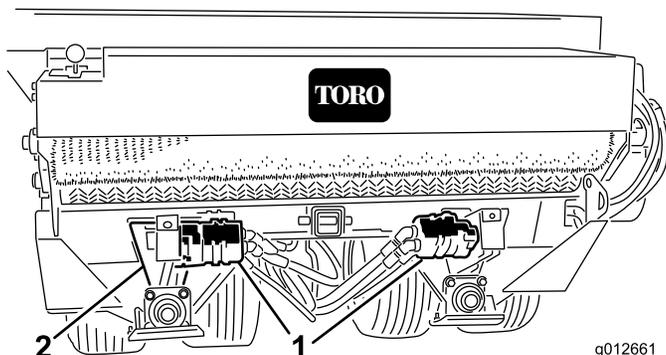

Рисунок 16
1. Отпустите вагонные болты и гайки крепления гидромотора/насоса к опоре оси (Рисунок 16).